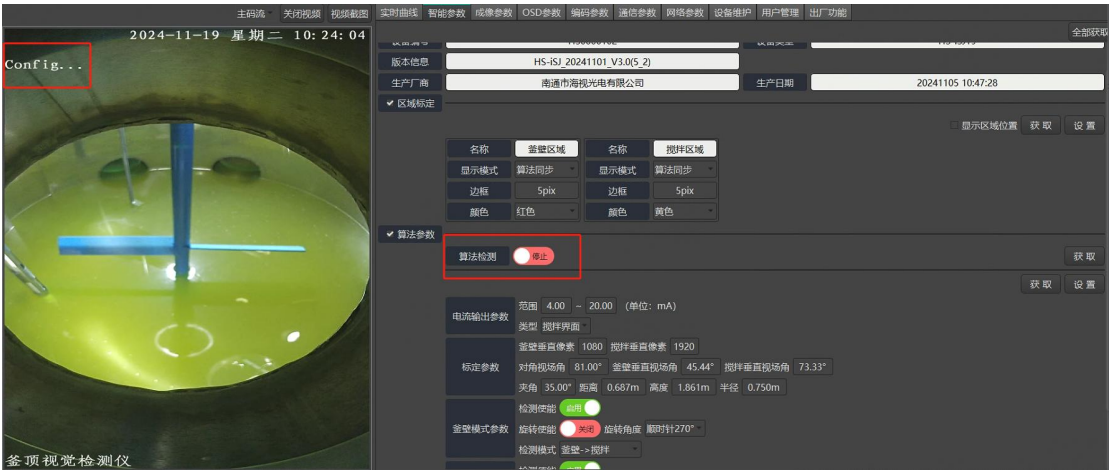

图 14 算法停止
- (1) 点击 ，获取设备的智能参数。
- (2) 点击算法检测状态按钮至  状态，成功后进入算法停止状态，此时在视频中会显示“Config...”，如果区域显示模式是“算法同步”，图像中的区域方框会消失，如图 14 所示；